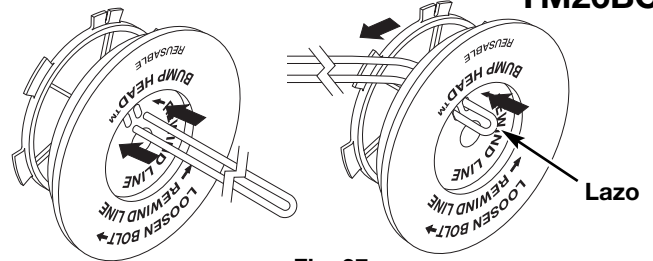

Fig. 37
6. Tome aproximadamente 5 m (16 pies) de nueva línea de corte, enlácela en dos longitudes iguales. Inserte cada extremo de la línea a través de uno de los dos orificios del carrete interior (Fig. 37 o 38). Pase la línea a través del carrete interior de modo que el lazo sea lo más pequeño posible.